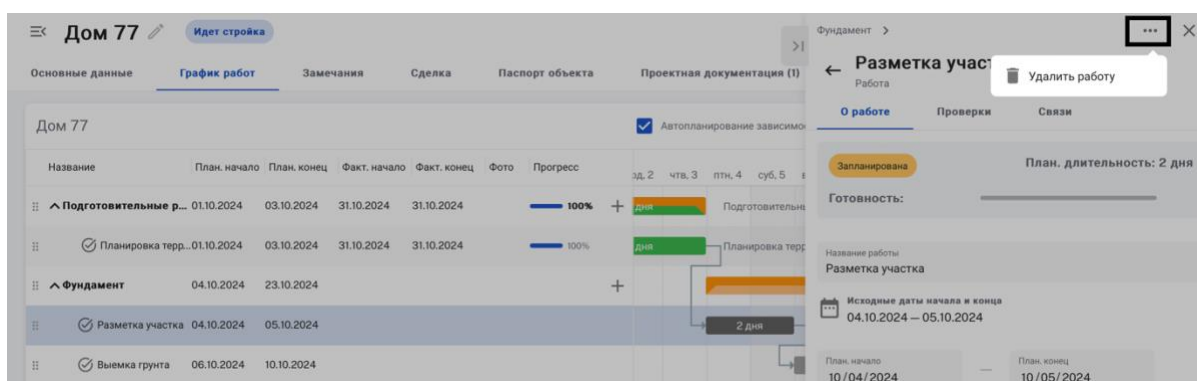

Рисунок 43 – Подробные сведения о работе
Также для удаления работы можно открыть подробные сведения по работе, нажав на название работы и в открывшемся окне выбрать функциональную кнопку (1) и нажать «удалить» Рисунок 43.